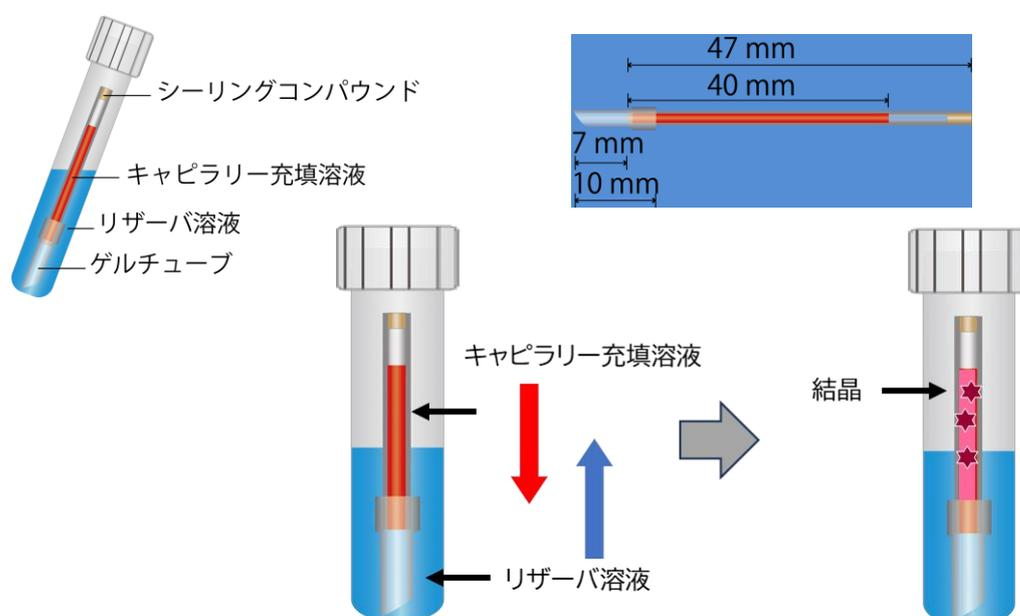

図 2.1. CD 法説明図
本キットでは CD 法の一つである Gel Tube (GT) 法の結晶化容器を提供します。この方法による結晶生成のしくみを簡単に説明したものが図 2.1.です。